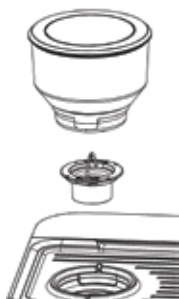
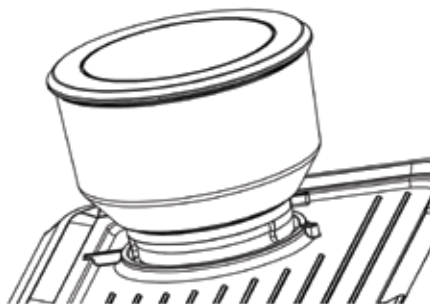

Fig. 1 :
Fig. 2 :
1. Avant d'activer la fonction de mouture, assurez-vous que toutes les pièces nécessaires sont correctement installées, en vous référant à la Fig. 1 et la Fig. 2.
Installez la tête de coupe et serrez-la dans le sens des aiguilles d'une montre. Ensuite, installez le bac à grains et fixez-le comme indiqué dans la Fig. 2.